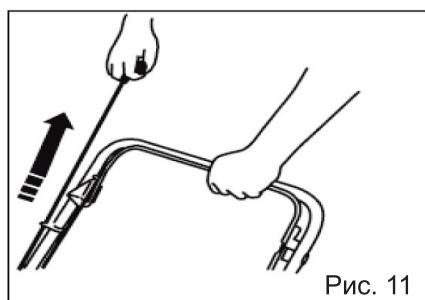

Рис. 11
- Потяните за ручку стартера до ощутимого сопротивления, затем резко дерните за ручку стартера (Рис. 11). Двигатель запуститься. Нож начнет вращаться одновременно с запуском двигателя. Если двигатель не запустился с первого раза, продолжайте процедуру запуска двигателя.